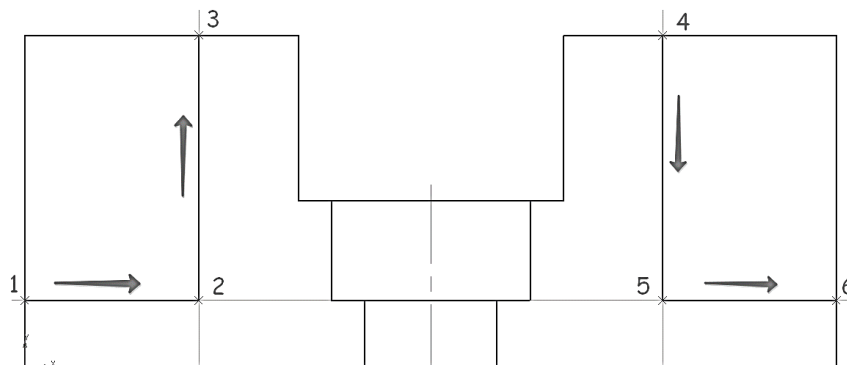

Рис. 110. Построение боковых пазов
7.3 Нажмите кнопку **Непрерывный ввод объектов**  на панели **Геометрия**  и постройте ломаную линию 1-2-3 (рисунок 110).